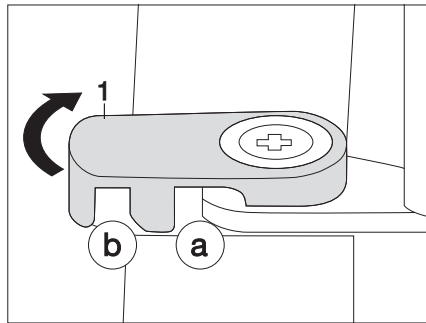

Bild 115 Kühlschranktür arretieren
- Arretierhebel (Bild 115,1) zur Seite drehen.
- Arretierhebel (Bild 115,1) in Arretierstellung a drehen. Die Kühlschranktür ist geschlossen und arretiert.
- Arretierhebel (Bild 115,1) in Arretierstellung b drehen. Die Kühlschranktür ist in Lüftungsstellung arretiert.